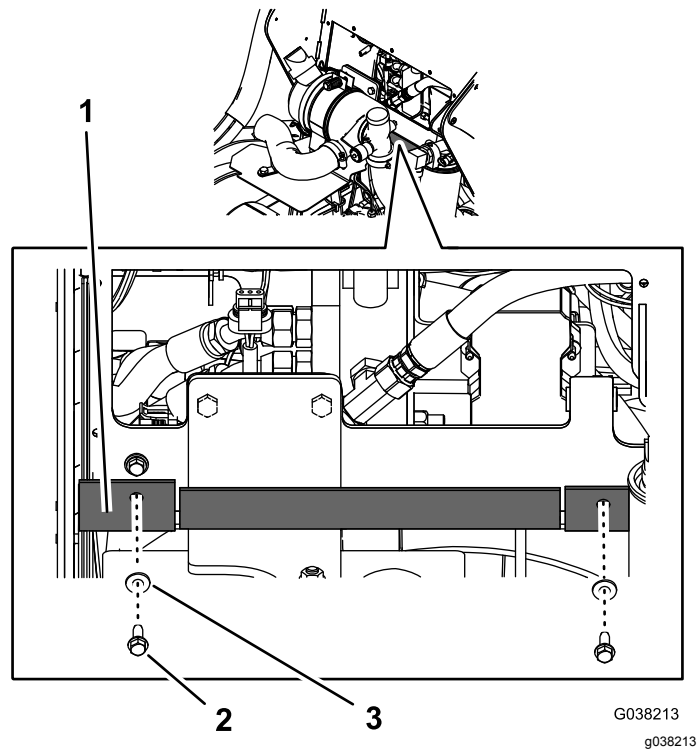

Bild 3
3. Entfernen Sie die zwei Schrauben und die zwei Scheiben, mit denen das Gummiablenkblech befestigt ist, und senken das Ablenkblech ab (Bild 3).